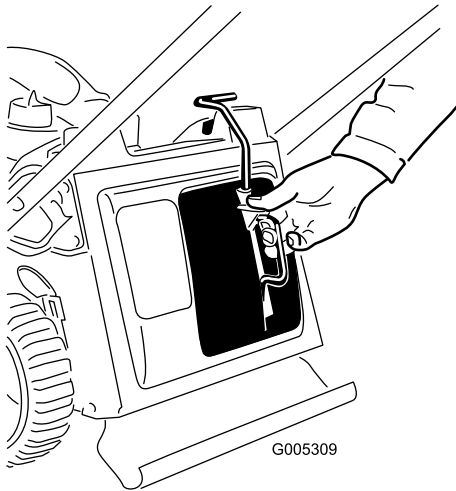
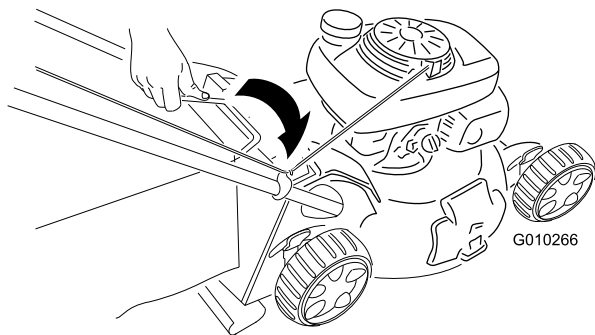

図 21
図 22
1. マルチプラグ 図 21 または集草バッグ 図 22 を取り付ける。